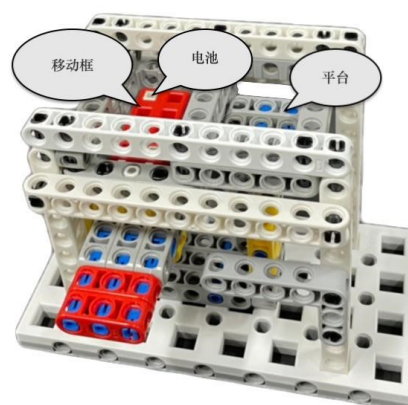
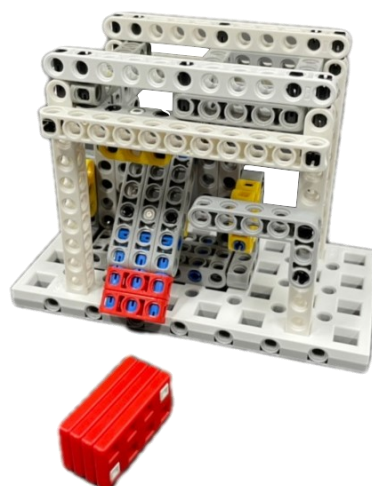

图 1-6-2：完成状态一
图 1-6-3：完成状态二
1.6.2 机器人通过推动模型左侧推板使平台上的电池落入移动框内为完成状态一得 10 分，如图 1-6-2 所示。落入移动框后，机器人通过推动模型右侧推板使挡板处于模型左侧，再通过按压挡板使电池脱离模型为完成状态二加计 20 分，图 1-6-3 所示。把电池带回基地为完成状态三加计 20 分。